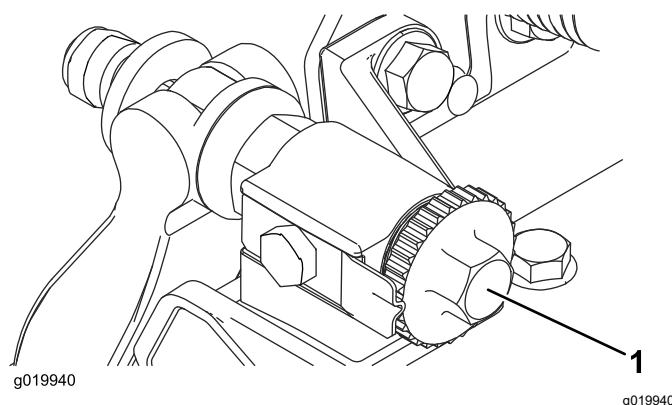

图 8
- 逆时针旋转底刀架调节螺丝确保底刀架不与滚刀接触 **图 8**。